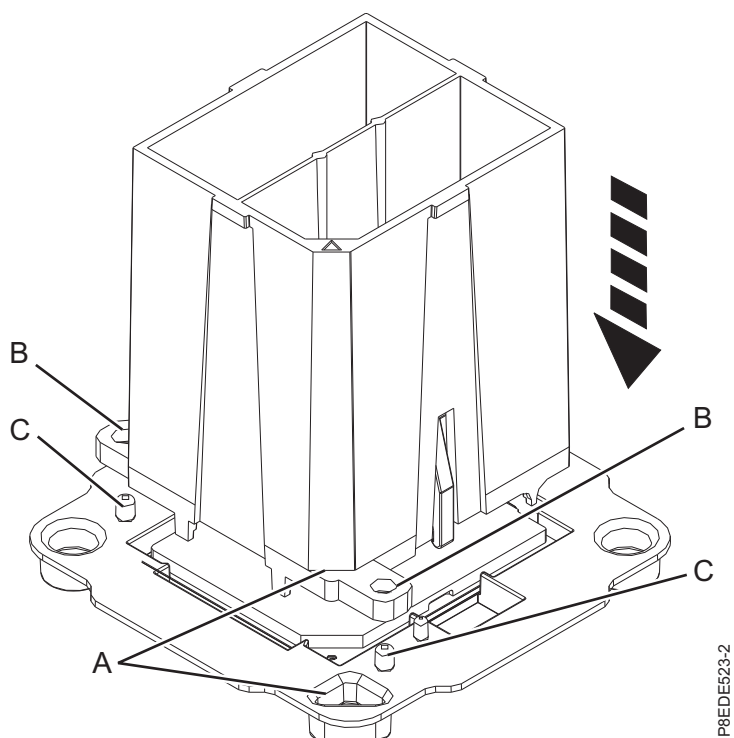
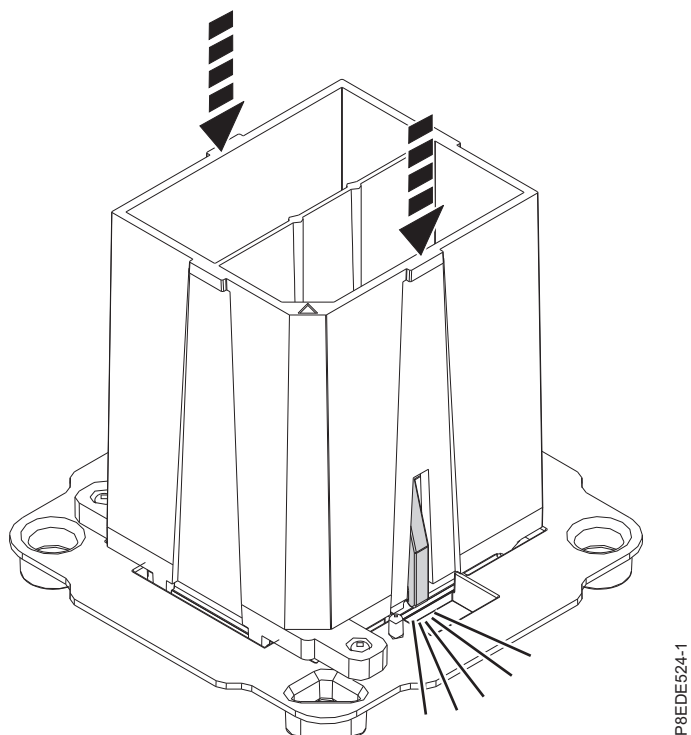

Figura 10. Preparando a instalação do módulo de processador do sistema
Figura 11. Bloqueando o módulo de processador do sistema na ferramenta
- a. Remova o módulo de processador de substituição da bandeja de remessa. Usando a ferramenta de remoção fornecida, alinhe a aresta biselada (A) da ferramenta sobre a aresta biselada do módulo, conforme mostrado na Figura 10 na página 12.
- b. Abaixe a ferramenta sobre o módulo de processador do sistema, assegurando-se de que os dois pinos guia (C) sejam inseridos nos orifícios de alinhamento (B) em cada lado da ferramenta, conforme mostrado em Figura 10 na página 12. Em seguida, empurre para baixo na ferramenta para bloquear o módulo de processador do sistema na ferramenta, conforme mostrado na Figura 11 na página 12. Não pressione as guias de liberação azuis até que seja instruído a fazer isso mais tarde.